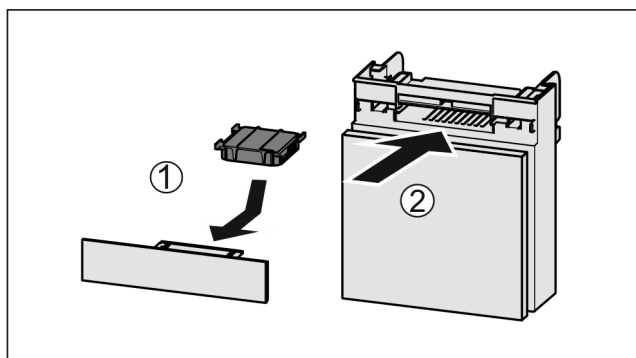

Fig. 120
- ▶ Aktivni ogljeni filter vstavite Fig. 120 (1) skladno s prikazom na sliki.
- ▶ Predal potisnite noter Fig. 120 (2).